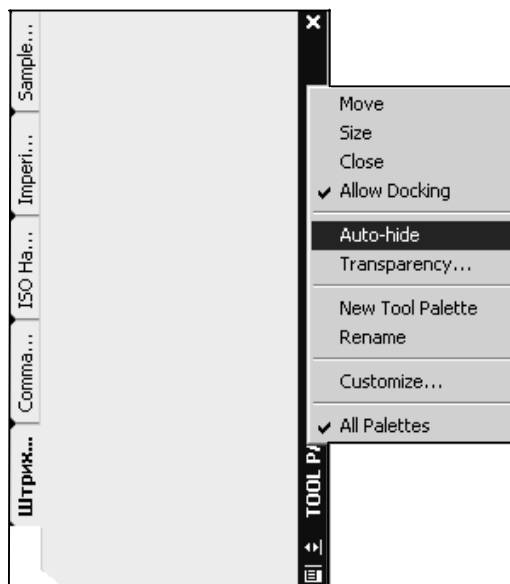

Рис. 8.20. Контекстное меню для настройки свойств панели с палитрами
- Щелкните правой кнопкой мыши на вертикальном заголовке панели **TOOL PALETTES** (ИНСТРУМЕНТАЛЬНЫЕ ПАЛИТРЫ) и в появившемся контекстном меню удалите флажок около текстовой строки **Auto-hide** (Автоматически убирать с экрана), чтобы панель постоянно находилась на экране в развернутом виде (рис. 8.20).